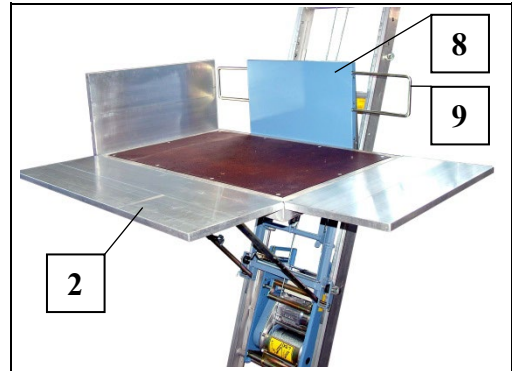

Fig. 54 Bordwände verstellen
- Die vordere Bordwand (8) kann ebenfalls abgeklappt werden (z.B. zum leichteren Entladen am oberen Leiterbahnende).
- Schutzbügel (9) nach innen schieben (siehe Fig. 54).
- Bordwand (8) nach oben anheben, abklappen und in den Rahmen der Bühnen schieben.